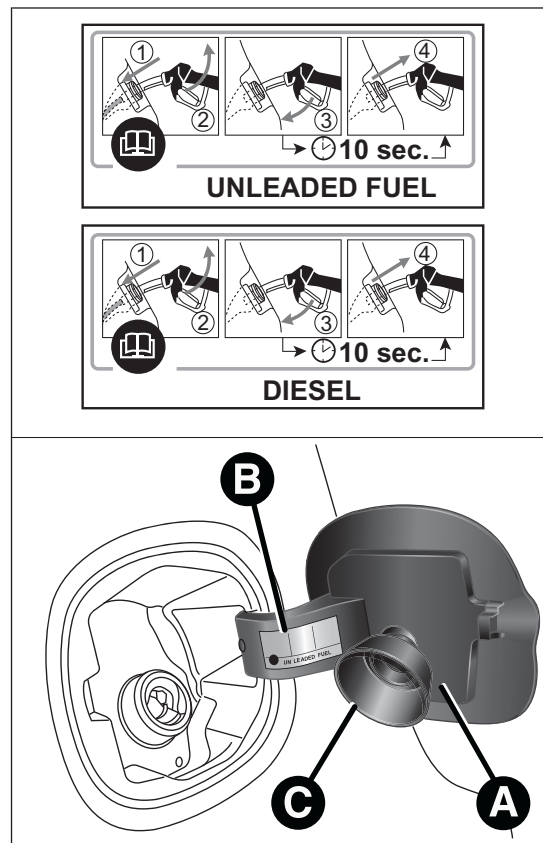

fig. 117
La procédure de ravitaillement décrite ci-après est illustrée sur la plaquette B fig. 117 placée à l'intérieur de la trappe à carburant. La plaquette reprend aussi le type de carburant (UNLEADED FUEL = essence, DIESEL = gazole).
- ouvrir la trappe A fig. 117 en la tirant vers l'extérieur ;
La trappe A fig. 117 est munie d'un soufflet cache-poussière C qui, trappe fermée, empêche tout dépôt d'impuretés et de poussière sur l'extrémité du goulot.